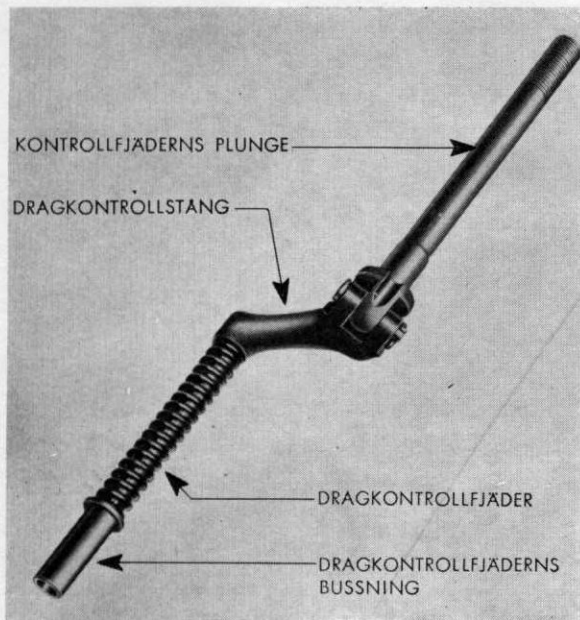

Fig. 33. Dragkontrollstängan och kontrollfjäders plunge.
5. Montera kontrollfjäders plunge på dragkontrollstängan med spåret i plungen vänt bort från stängens gaffel och sätta i låspinne och saxsprinten. Montera dragkontrollfjäders och dess bussning (går genom "tärningen") på dragkontrollstängan med bussningens fläns vänd mot fjädern. (Se Fig. 33.)